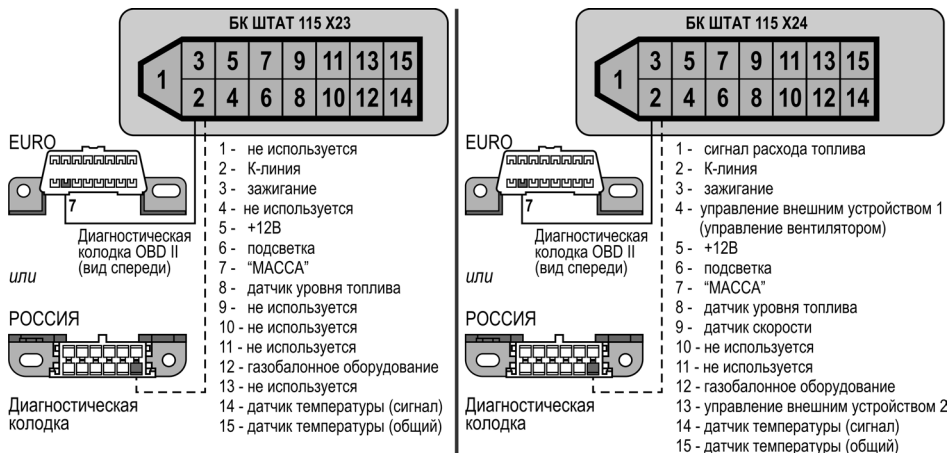

рис. 1 Схема подключения
- Подключите БК согласно схеме подключения (см. Рис.1) к диагностической колодке Вашего автомобиля через входящий в комплект переходник диагностической линии (диагностическая колодка находится внизу консоли под декоративной накладкой).